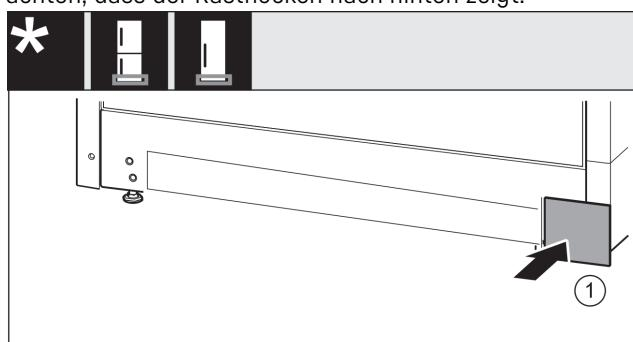

Fig. 18
- ▶ Abdeckung Fig. 18 (1) auf der anderen Seite wieder aufsetzen.